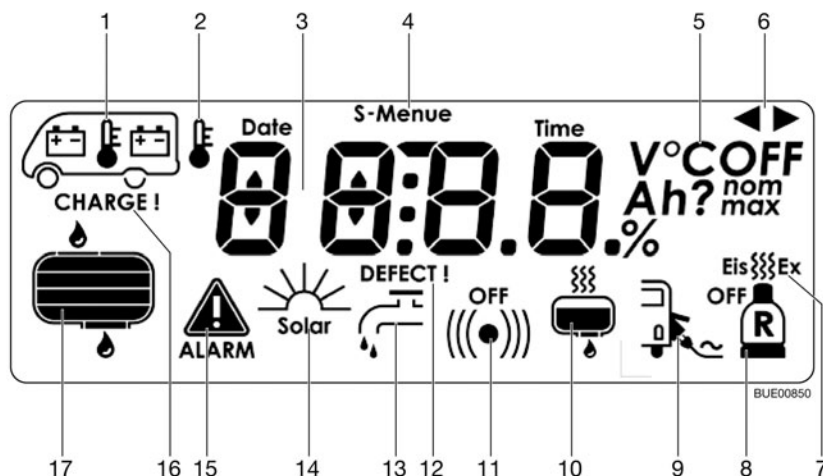

Fig. 132 Representación de símbolos en el visualizador LCD
- Deshelador (Fig. 132,7) conectado o desconectado (opcional).
- Instalación de conmutación para dos bombonas de gas (Fig. 132,8) (opcional): Aparece el símbolo de la bombona de gas cuando una de las dos bombonas está vacía. En caso de que también la segunda bombona de gas esté vacía, parpadeará el símbolo y aparecerá ("ALARM") (Fig. 132,15) en el menú básico.
- Control de red (Fig. 132,9): El símbolo aparecerá cuando el vehículo esté conectado a la alimentación de 230 V.
- Calefacción del depósito de aguas residuales (Fig. 132,10) (opcional): El símbolo aparecerá cuando la calefacción del depósito de aguas residuales esté conectada.
- Bomba de agua (Fig. 132,13): El símbolo aparecerá cuando la bomba de agua esté conectada.
Aparece el menú básico y parpadean los símbolos (Fig. 132,1, 15 y 16) en cuanto la tensión de la batería del habitáculo baja a menos de 12 V (medición durante el servicio) y hay peligro de descarga completa. También parpadean los datos de tensión en el menú de batería.
Aparece el menú básico y parpadea el símbolo (Fig. 132,1). Además, se muestran en el menú de batería las indicaciones de Ah y el requerimiento "CHARGE" (cargar).
Aparece el menú básico y parpadea el símbolo (Fig. 132,1). Además, se muestra en el menú de batería la indicación "DEFECT" (fallo).